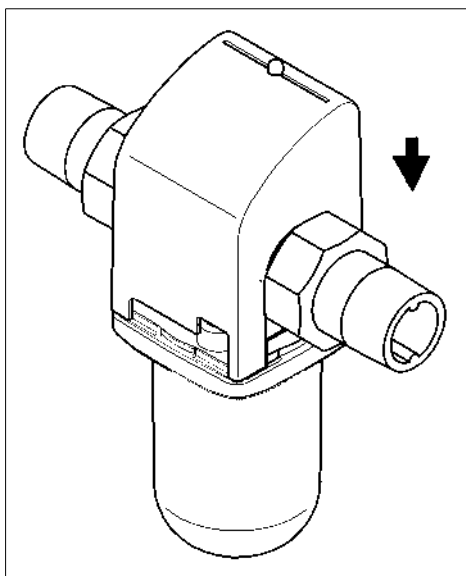

Abb. 7:
- Flanschabdeckung wieder aufsetzen (Abb. 7).